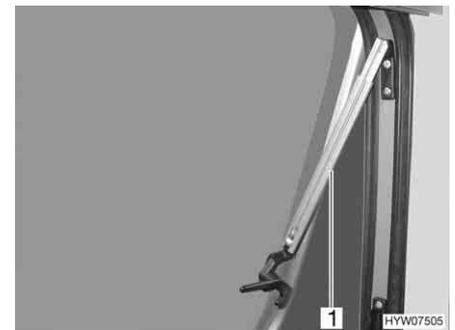

Fig. 60 Ventana abatible con soportes automáticos, abierta
- Abrir la ventana abatible hasta la posición de enclavamiento deseada. El soporte automático (Fig. 60,1) engatilla automáticamente.